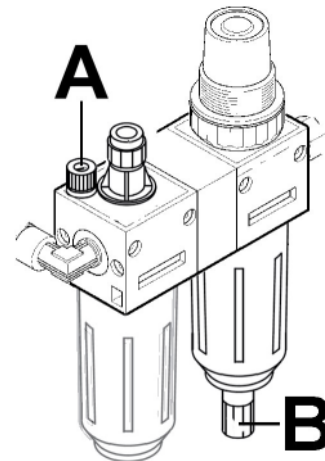

Fig.29
**H.** Descargue el agua del filtro neumático cada día. (Haga esto presionando la perilla "B" hacia arriba). El agua debe eliminarse inmediatamente. (véase "B" en la Fig.29).